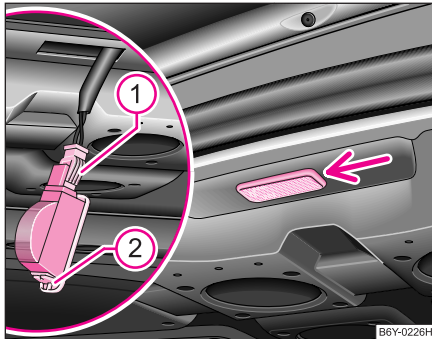

Abb. 178 Gepäckraumleuchte ausbauen (Sedan)
- Drücken Sie die Federsicherung ② der Abdeckung weg und nehmen die Abdeckung ab.
- Stecken Sie einen Schraubendreher in den Spalt unter der Leuchte ⇒ Abb. 178. Leuchte vorsichtig heraushebeln.
- Nach Entsicherung der Federnase ① den Stecker abziehen.